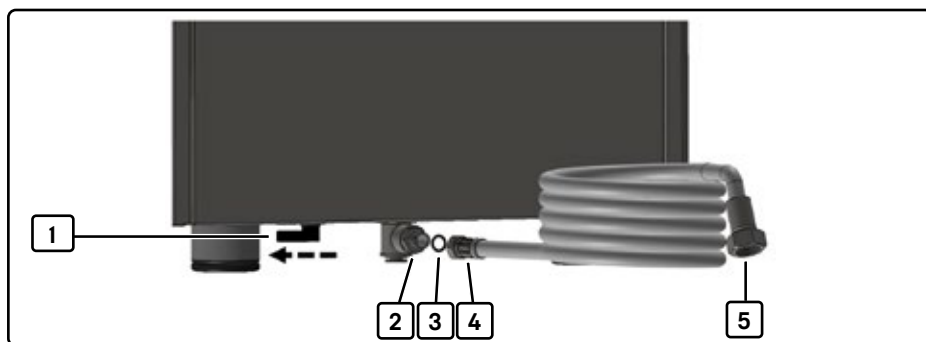

Fig. 4 Vue arrière avec vanne rotative et pièce de raccordement d'eau
2. Vissez le tuyau de raccordement d'eau [4, Fig. 4] fourni à la pièce de raccordement d'eau [2, Fig. 4] située sous la machine. Utilisez pour cela le joint [3, Fig. 4].
4. Raccordez le tuyau de raccordement d'eau [5, Fig. 4] à l'alimentation d'eau.
5. Tournez la vanne rotative [1, Fig. 4] en position de raccordement d'eau permanent. La vanne est tournée vers l'extérieur de la machine.